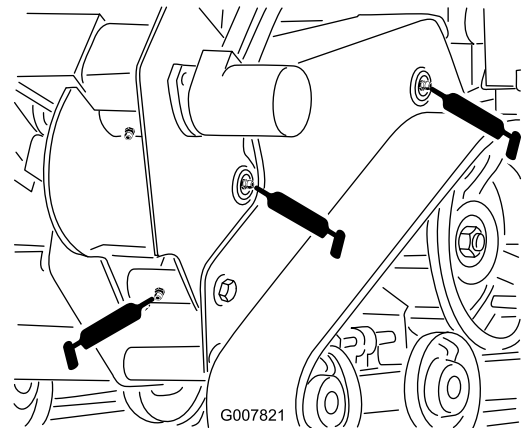

Figure 23
4. Raccordez une pompe à graisse à chaque graisseur (Figure 23 à Figure 25).